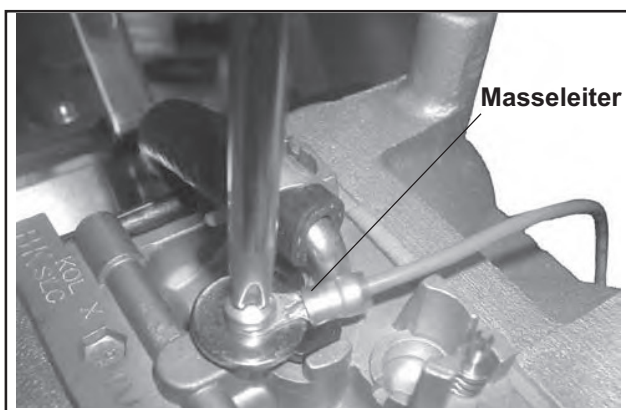

Abbildung 9-26. Abnahme des Massekabels (Darstellung zweizylindriges Modell).
1. Das Kabel des Kraftstoffabstellmagneten und das Massekabel trennen, soweit vorhanden. Siehe Abbildung 9-26.